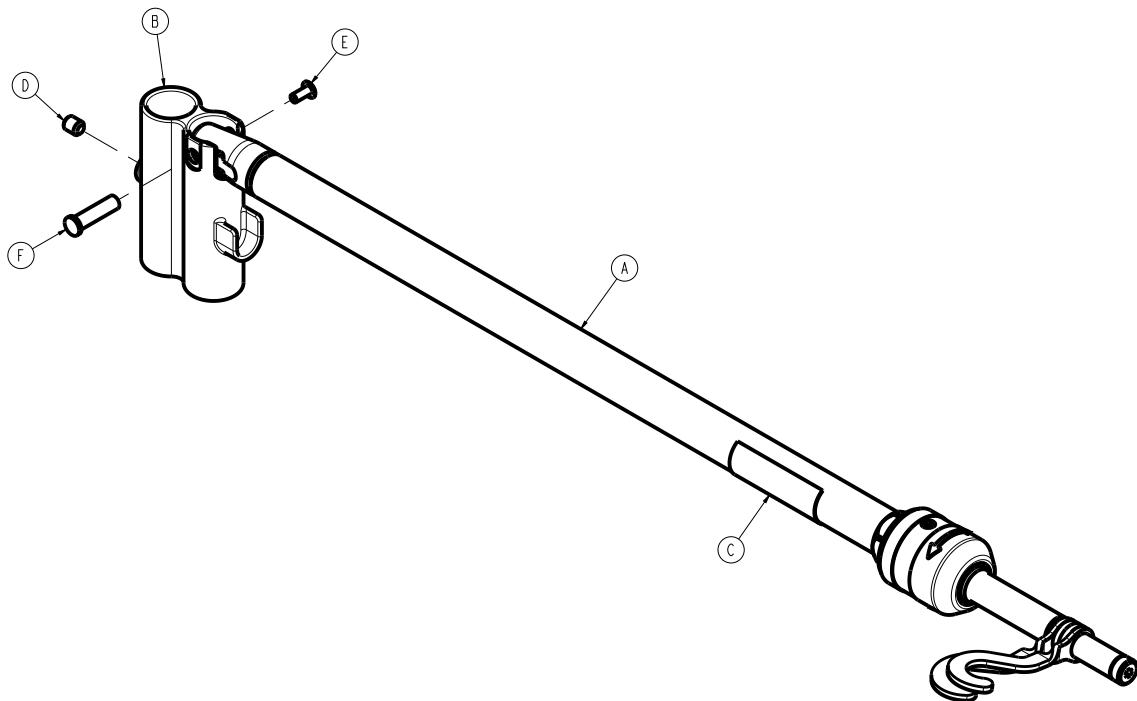

Figure 78 – Fixation du support de perfusion double, supérieur
9. À l'aide d'une clé à six pans de 5/32 po, serrer la vis de blocage (D) pour fixer le logement de perfusion supérieur (B) au montant de perfusion du lit (Figure 78).